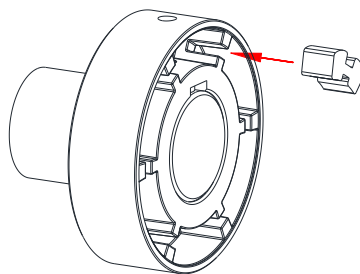

Figura 7: Montagem dos amortecedores de torção
- Introduza os amortecedores de torção na parte da cavidade (ver figura 7).